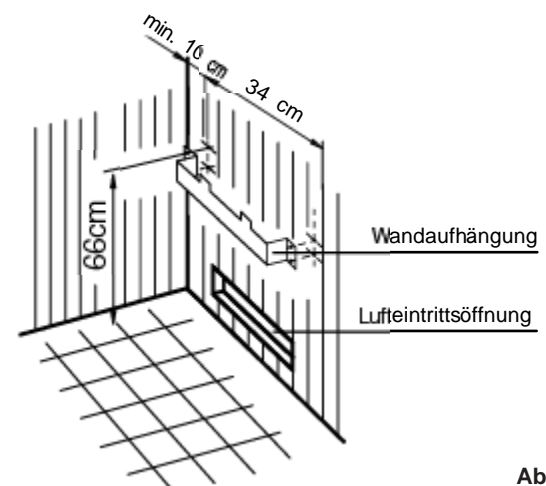

Abb. 20
1. Wandhalterung gemäß Abb.20 + 21 mittig über Luft-eintrittsöffnung mit den beigelegten Spanplatten-schrauben an der Kabinenwand festschrauben. Hierbei beachten, dass der seitliche Abstand zwischen Saunaheizgerät und Kabinenwand mindestens 7 cm betragen muss.